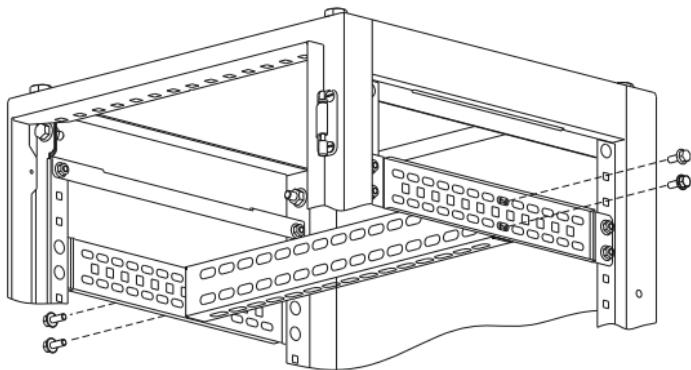

Рисунок 8
7.2.1 Установите лонжерон между двумя предварительно смонтированными рейками боковыми и закрепите болтами M6×16 (рисунок 8). Момент затяжки 5 Н·м.